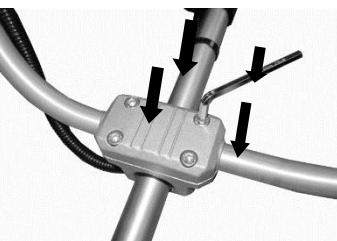

Fig.1-3
3. Insérez et serrez les vis. (fig.1-3)